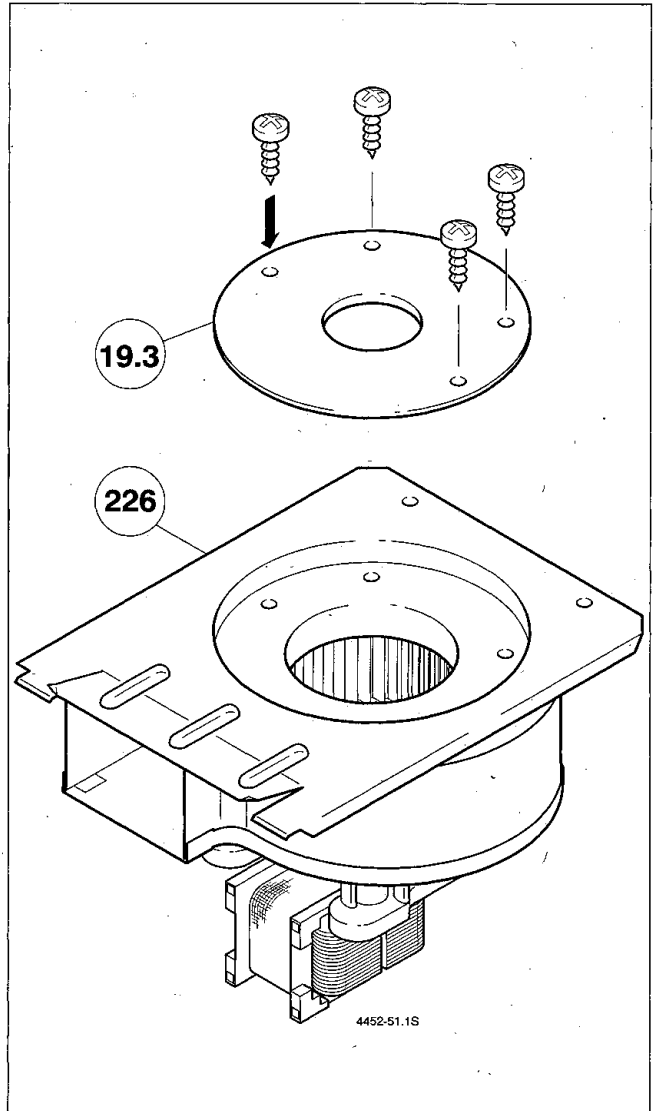

Bild 72
- Drosselblende (19.3) auswählen und an der Saugseite des Abgasventilators (226) montieren (Bild 72).